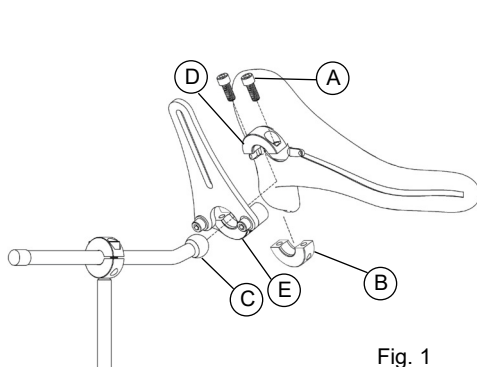

Fig. 1
1. Fjern boltene (Fig. 1, A) og legg vekk putens nedre kragehalvdelen (Fig. 1, B).
2. Fest kulen (Fig. 1, C) mellom kragehalvdelen for puten (Fig. 1, D) og festet for pannestøtten (Fig. 1, E).